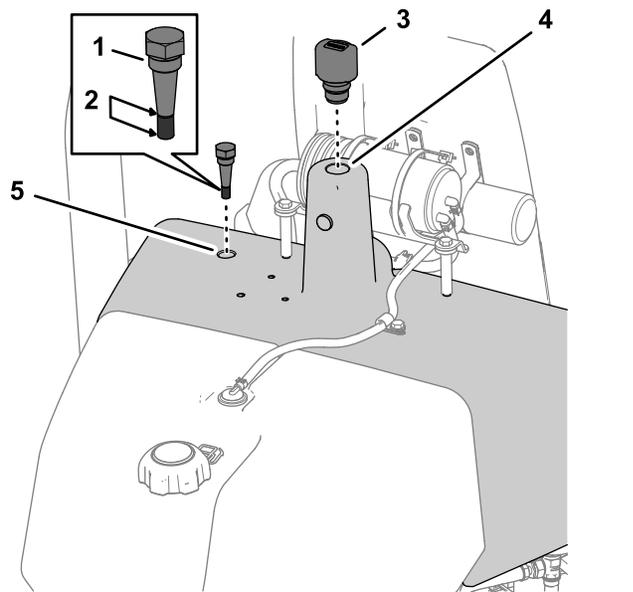

Figure 51
3. Dévissez la jauge située sur le haut du réservoir hydraulique, essuyez-la soigneusement, remettez-la en place puis ressortez-la (Figure 51).
4. S'il n'y a pas d'huile sur la jauge, retirez le bouchon du goulot de remplissage du réservoir hydraulique (Figure 51) et versez lentement le liquide hydraulique spécifié dans le réservoir jusqu'à ce que le niveau atteigne la rainure sur la jauge; voir Vidange du liquide hydraulique et remplacement des filtres \(page 43\).
5. Remettez la jauge et le reniflard dans le réservoir hydraulique (Figure 51).